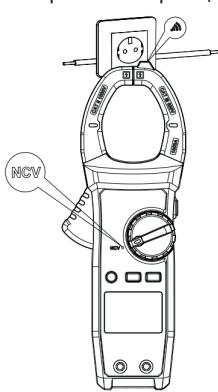

Рисунок 7
5. Бесконтактное обнаружение электрического поля переменного тока (NCV, только для UT205B и UT206A+, рисунок 7)